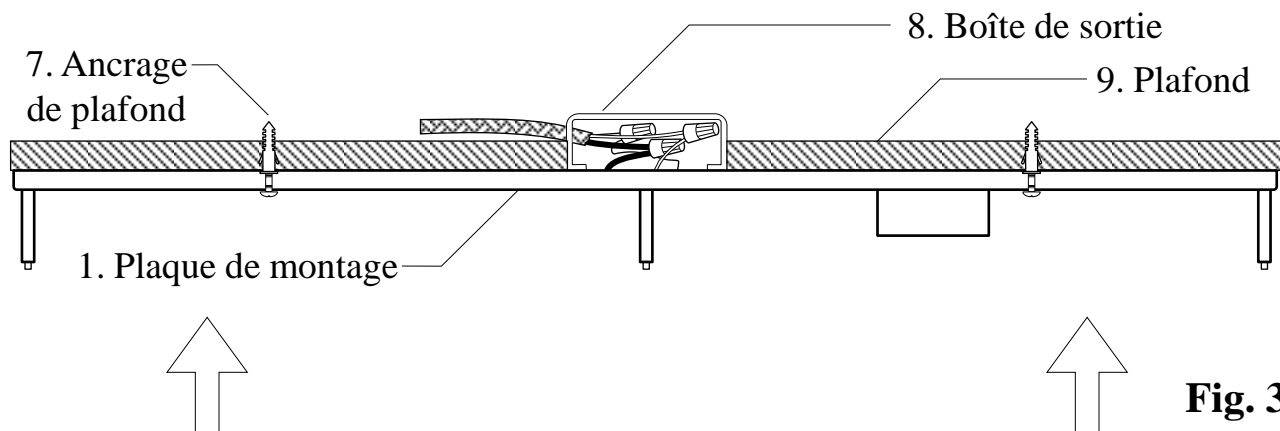

Fig. 3
6. Rentrez soigneusement toutes les connexions dans la boîte de sortie (n° 8). Placez la plaque de montage (n° 1) à l'endroit désiré, en veillant à ce que les vis de montage (n° 6) vissées à moitié s'insèrent dans l'extrémité la plus large des encoches en trou de serrure (n° 17). Glissez la plaque de montage (n° 1) de manière que les vis de montage (n° 6) glissent vers l'extrémité la plus étroite des encoches en trou de serrure (n° 17). Serrez les vis de montage (n° 6) pour fixer solidement la plaque de montage (n° 1). (**Fig. 3 et 3-1**)